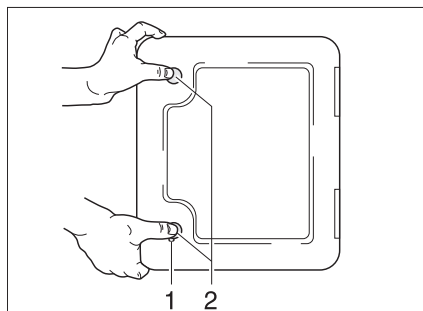

Fig. 31 Portillon pour toilette à cassette
- Insérer la clé dans le barillet du verrou à pression (Fig. 31,1) et la tourner d'un quart de tour.
- Appuyer du pouce et simultanément sur les deux verrous de pression (Fig. 31,2) et ouvrir le portillon pour la toilette à cassette.
- Insérer la clé dans le barillet (Fig. 31,1) et la tourner d'un quart de tour.